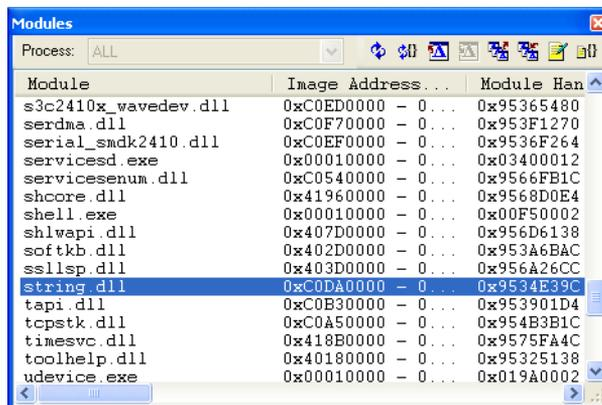

Abbildung 6.11 Das Fenster Modules mit geladenem Zeichenfolgentreiber
- Nachdem das Image gestartet wurde, öffnen Sie das Fenster **Modules**, indem Sie STRG+ALT+U drücken oder im Menü **Debug** von Visual Studio auf **Windows** zeigen und **Modules** auswählen. Überprüfen Sie, ob das System die Datei *string.dll* geladen hat (siehe Abbildung 6.11).